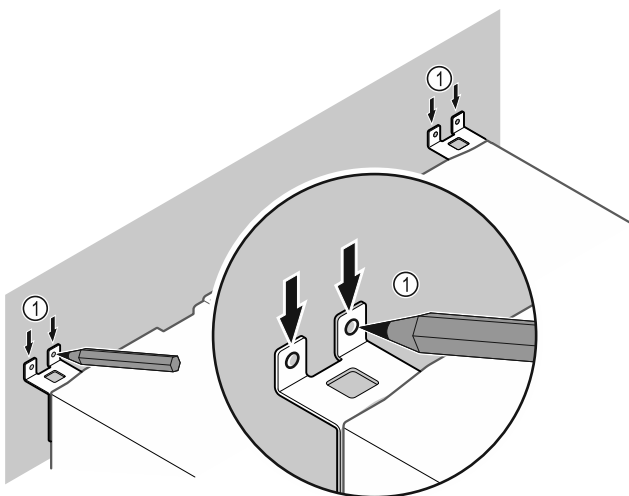

Fig. 12
- ▶ Встановити маркування на стіні Fig. 12 (1).